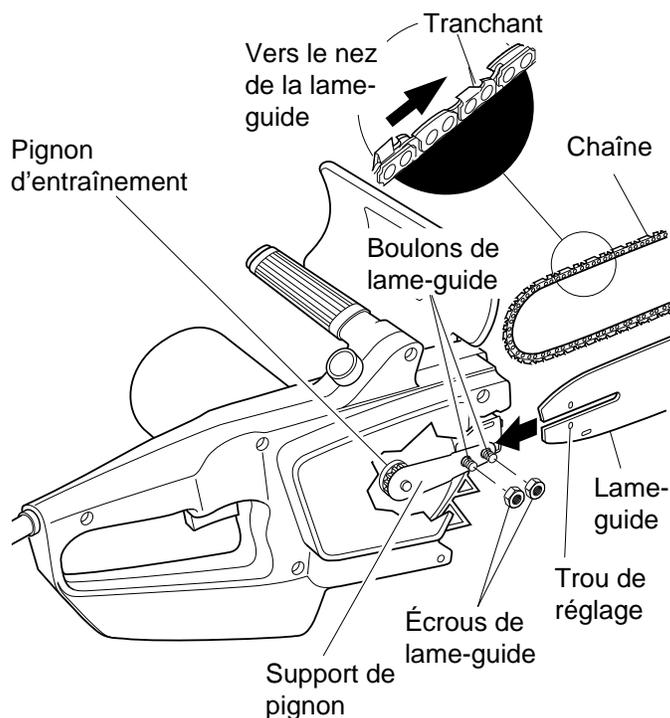

Figure 3 - Assemblage de la lame-guide, de la chaîne et de l'écran de protection de la main
2. Dévisser les écrous des boulons de la lame-guide. (Voir la figure 3.)
6. Placer la chaîne autour du pignon d'entraînement puis le long de la rainure supérieure de la lame-guide et autour du nez de la lame-guide. **Note:** S'assurer que les tranchants de la chaîne sont tournés dans le bon sens. Positionner la chaîne de manière que les tranchants se trouvant sur le haut de la lame-guide soient tournés vers le nez de la lame-guide. (Voir la figure 3.)
1. Avant de régler la chaîne, s'assurer que les écrous de la lame-guide sont serrés seulement à la force des doigts. (Voir la figure 3, page 7.) Veiller aussi à ce que le bloc de réglage soit dans le trou de réglage ovale, sur la lame-guide. (Voir les figures 3 et 4, page 7.)